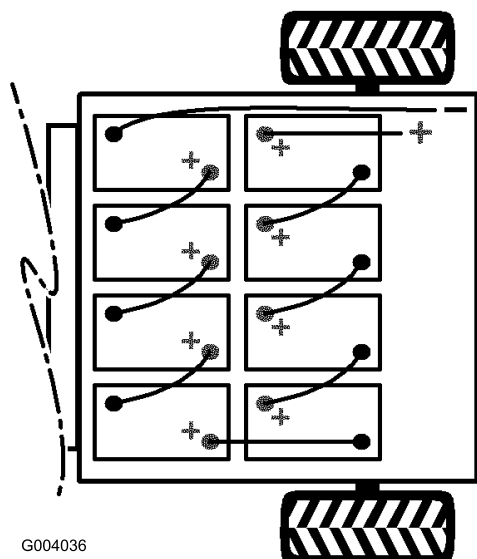

Figura 11
4. Instale as baterias (gravura Figura 11).
Nota: Preste atenção à polaridade das baterias quando trocar de baterias (Figura 11).
6. Ligue as baterias umas às outras com os cabos próprios (gravura Figura 11). As pontas dos cabos de ligação não podem tocar em arestas vivas.
7. Aperte o parafuso e fixe o outro lado do dispositivo de bloqueio com um parafuso novo (5/16 x 3/4 polegada) e porca flangeada (5/16 polegada) (Figura 11).
8. Ligue o fio positivo comprido e vermelho das baterias ao veículo (Figura 11).
9. Ligue o fio negativo comprido e preto das baterias ao veículo (Figura 11).